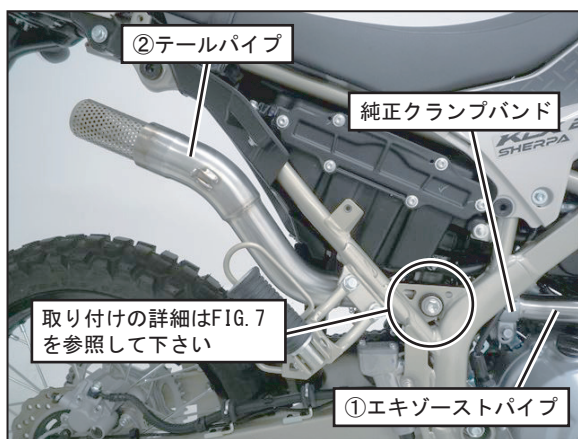

FIG. 6
8. ②テールパイプのステーの穴を車両フレームのマフラー取り付け位置に合せ、純正ボルト、純正ワッシャを使用して仮締めして下さい。(FIG. 6, 7 参照)